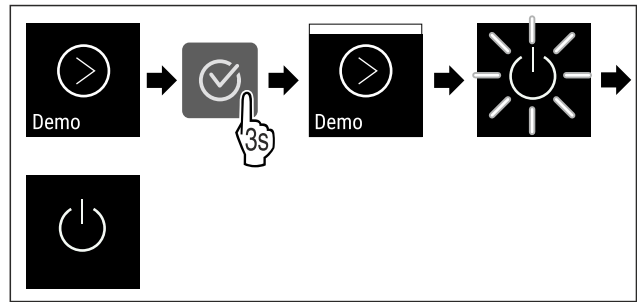

Fig. 111
- ▶ Genomför handlingsstegen (se Fig. 111) .